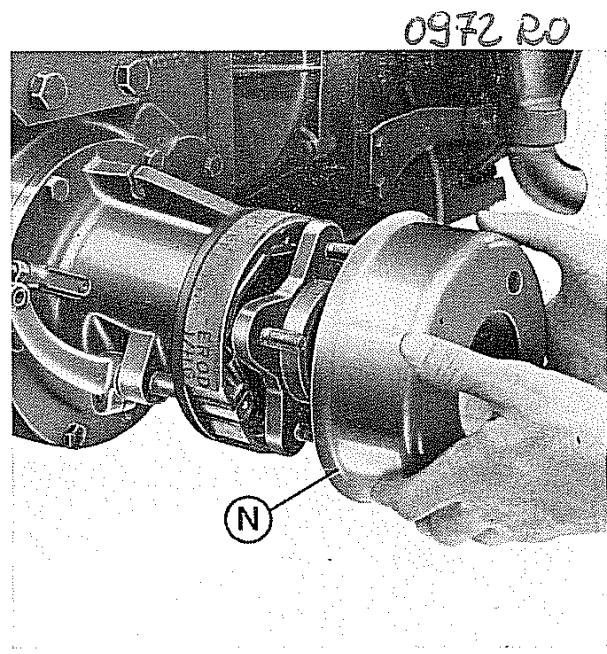
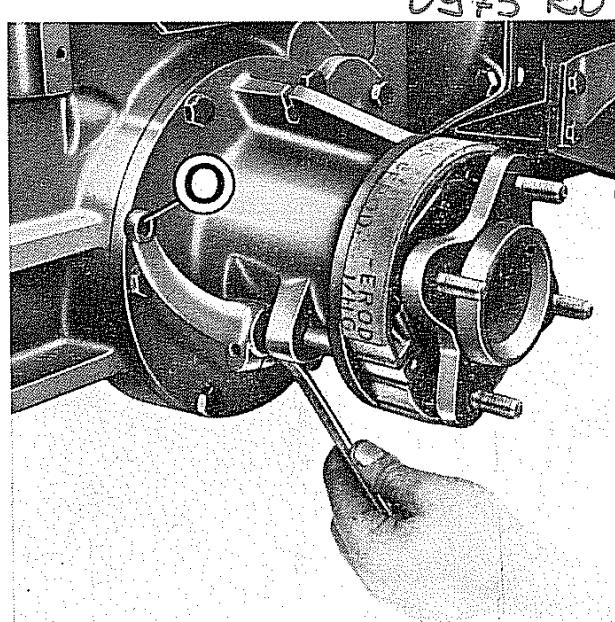
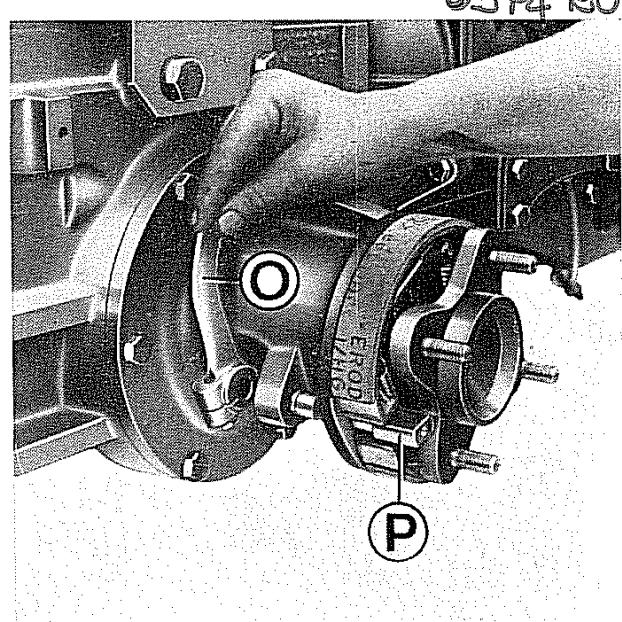
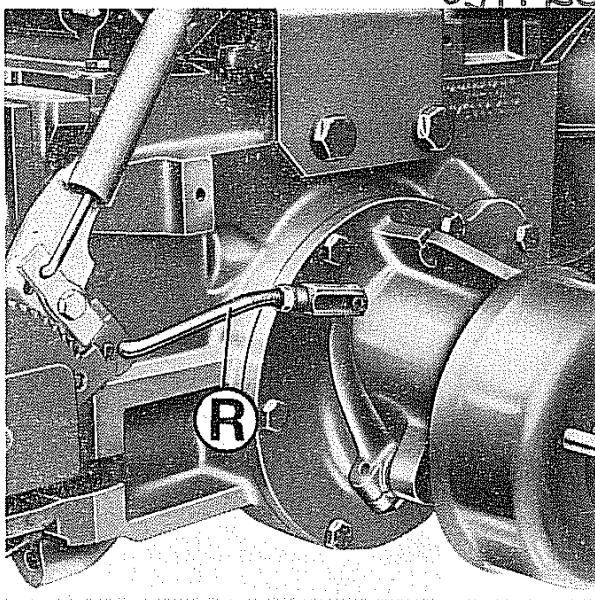

Fig. 54
Fig. 55
Fig. 56
Fig. 57
- Estrarre il tamburo **N** (fig. 54).
- Allentare la vite di fissaggio della leva **O** (fig. 55).
- Estrarre il perno **P** (fig. 56) onde permettere di poter girare in senso orario la sopracitata leva **O** dalla posizione di fig. 55 alla nuova posizione di fig. 56.
- Dopo aver fissato la leva **O** di fig. 55 nella nuova posizione e rimonato il tamburo **N** (fig. 54), fissare tramite l'apposita spina l'asta **R** (fig. 57) del freno di stazionamento e sul lato opposto la corrispondente asta.